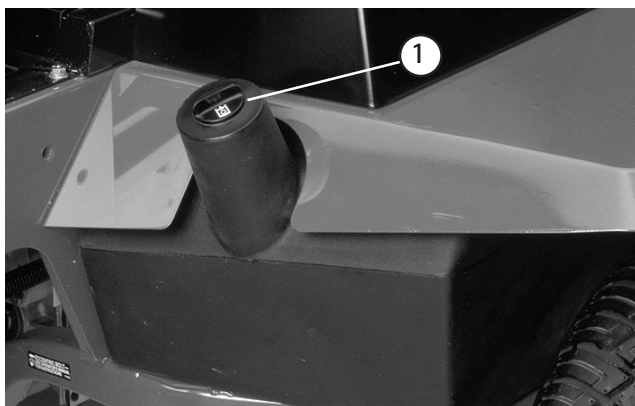

図 58
2. タンクの底についているドレン・プラグ (図58) を外してオイルを容器に受ける。オイルが全部流れ出たらプラグを元通りに取り付ける。